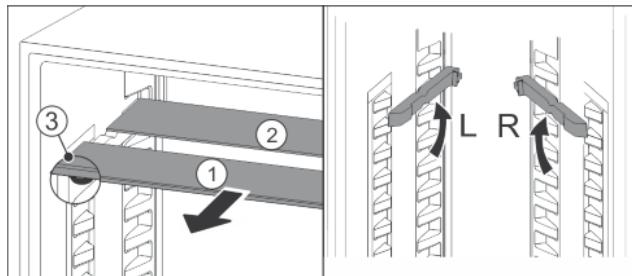

Fig. 18
- По одной извлеките Fig. 18 (1) стеклянные панели движением вперед.
- Стеклянная панель Fig. 18 (1) со стопорами лежит спереди.
- Стопоры показывают вниз Fig. 18 (3).